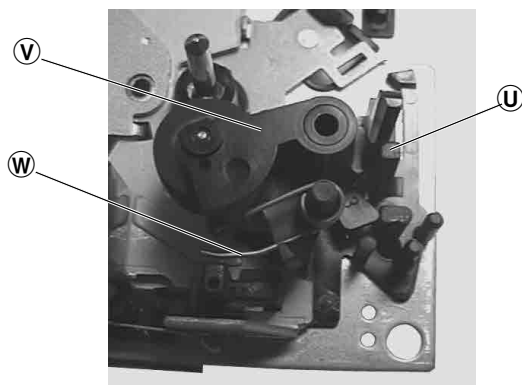

Fig. 28
- Rastnase ⑬ (Fig. 28) austrasten und die Andruckrolle ⑭ mit der Drehfeder ⑮ abziehen.
- Disengage the locking lug ⑬ (Fig. 28) and pull out the pressure roller ⑭ with the torsion spring ⑮.